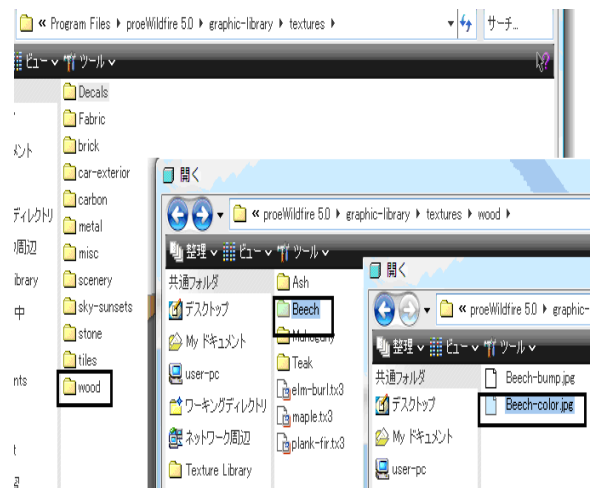
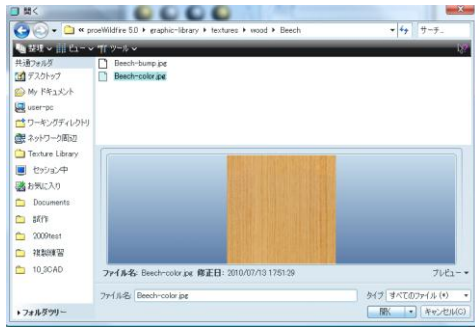

図 4-98 模様サンプルファイル
図 4-99 プレビューで模様の確認
- 次に一列目に戻って「**バンプ**」のタブをクリックすると図 4-98 に示すように模様サンプルファイルが材質、木材の種類、色のホルダが順番に表示されるので順に、「**wood**」⇒「**Beech**」⇒「**Beech-colr.jpg**」と選択し、図 4-99 に示すようにプレビューで確認して「開く」